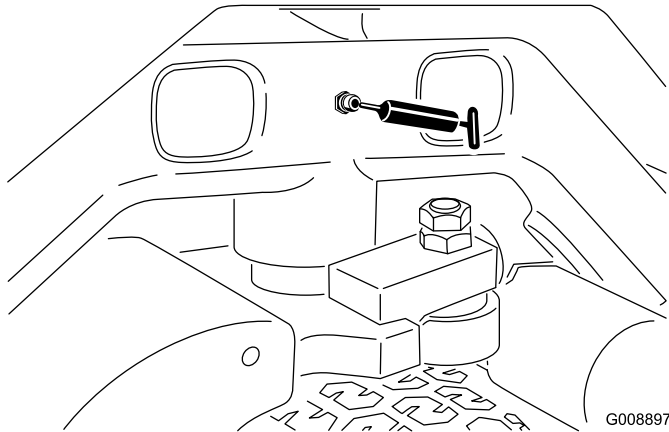

Figura 33
- Pivote de dirección (Figura 33)